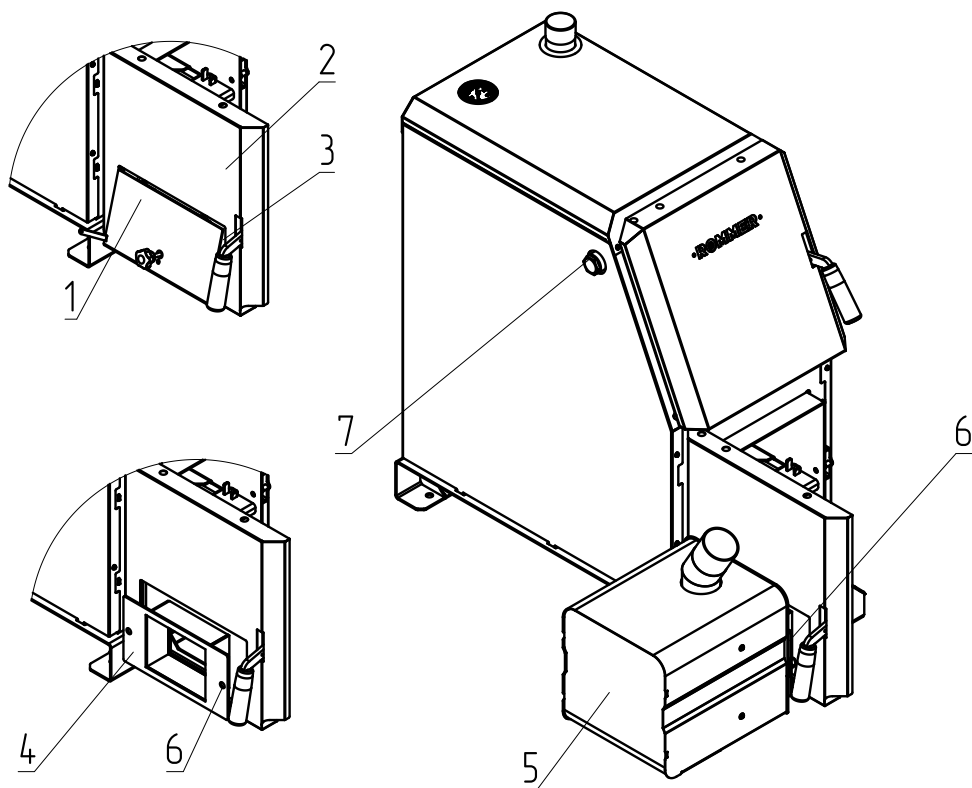
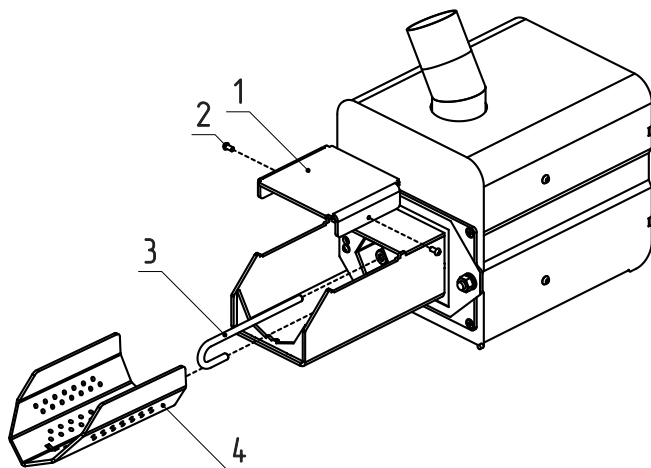

Рис.7 Порядок установки двери на твердотопливные котлы Rommer
Рис.8 Порядок сборки горелки
- Снимите заслонку подачи воздуха (Рис.7 поз.1) с дверцы зольной (Рис.7 поз.2) выкрутив винты (Рис.7 поз.3);
- Далее установите адаптер горелки (Рис.7, поз.4), зафиксировав его винтами (Рис.7 поз.3);
- Снимите с горелки отбойник (Рис.8, поз.1) выкрутив винты (Рис.8, поз.2) и установите горелку (Рис.7, поз.5) на котел как показано на рисунке 7, затем установите отбойник (Рис.8, поз.1) обратно зафиксировав его винтами.
- Зафиксируйте горелку двумя гайками в отверстиях (Рис.7 поз.6) на адаптере.
- Для установки гильзы под датчики температуры и перегрева снимите пробку или тягорегулятор (если установлен) и установите гильзу (Рис.7, поз.7) в освободившееся отверстие.
- Установите съемную чашу топки (Рис.8 поз.4) в лоток горелки;
- Закрутите шуровку (Рис.8 поз.3) как показано на рисунке 8;
- После установки пеллетной горелки на котёл, установите съёмный отбойник (Рис.8 поз.1) и закрепите его фиксирующими винтами (Рис.8 поз.2).